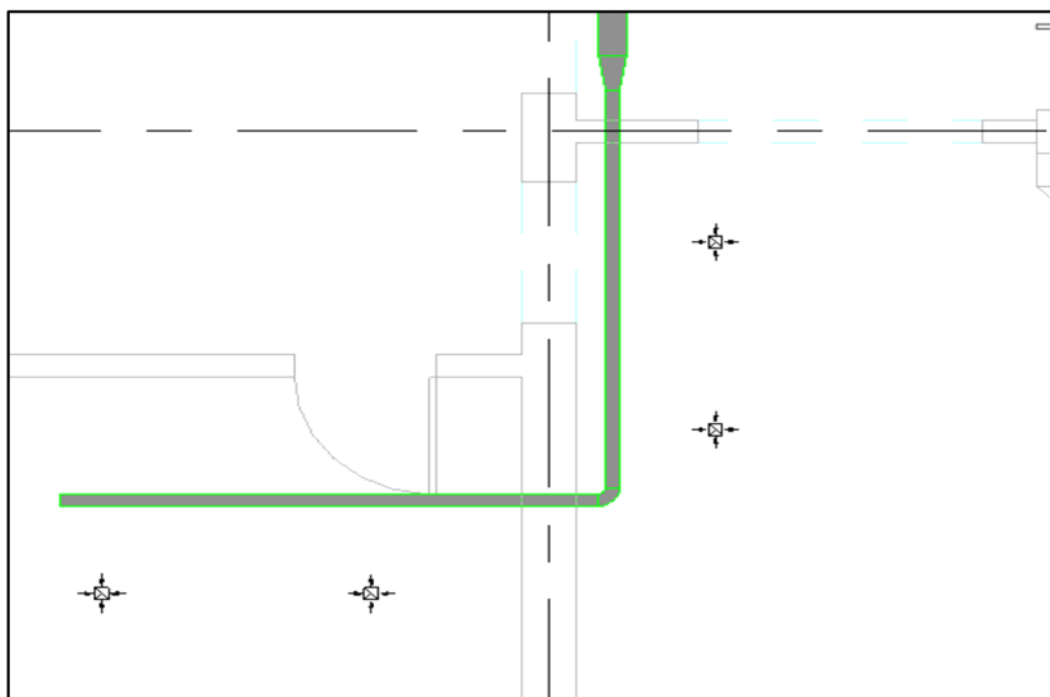

Рисунок 5.11. Расстановка воздухораспределителей
5.5. Расставить согласно расчету воздухообмена и с учетом обеспечения наиболее рационального воздухораспределения в помещении воздухораспределители на плане помещений, задавая нужный уровень их смещения относительно уровня пола (рисунок 5.11).